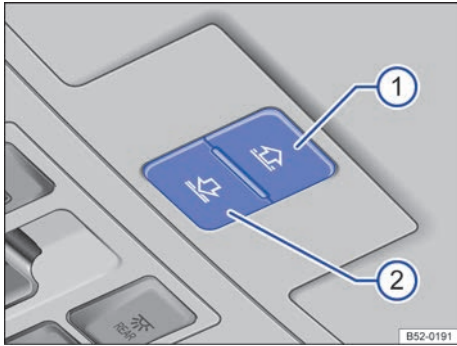

Fig. 42 En el revestimiento interior del techo: teclas de la cortinilla parasol.
Función	Cómo se ejecuta ⇒ fig. 42
Las teclas ⇒ **fig. 42** ① y ② tienen dos niveles. En el primer nivel se puede abrir o cerrar la cortinilla parasol total o parcialmente.
- *Cortinilla parasol*: antes de que transcurran aprox. 5 segundos desde la activación de la función antiaprisionamiento, pulse la tecla \Rightarrow fig. 42  hasta que la cortinilla se cierre completamente.